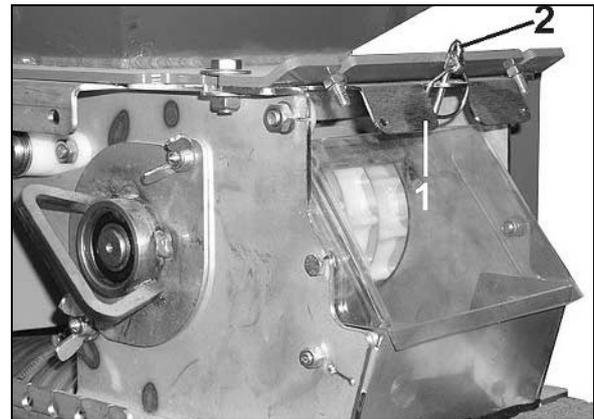

Рис. 55
1. Уберите фиксирующий палец с пружинной защелкой (Рис. 55/2) (требуется только для закрытия заполненного семенного бункера заслонкой (Рис. 55/1)).
**Откройте все заслонки (Рис. 55/1) и закрепите фиксирующими пальцами с пружинной защелкой (Рис. 55/2).**